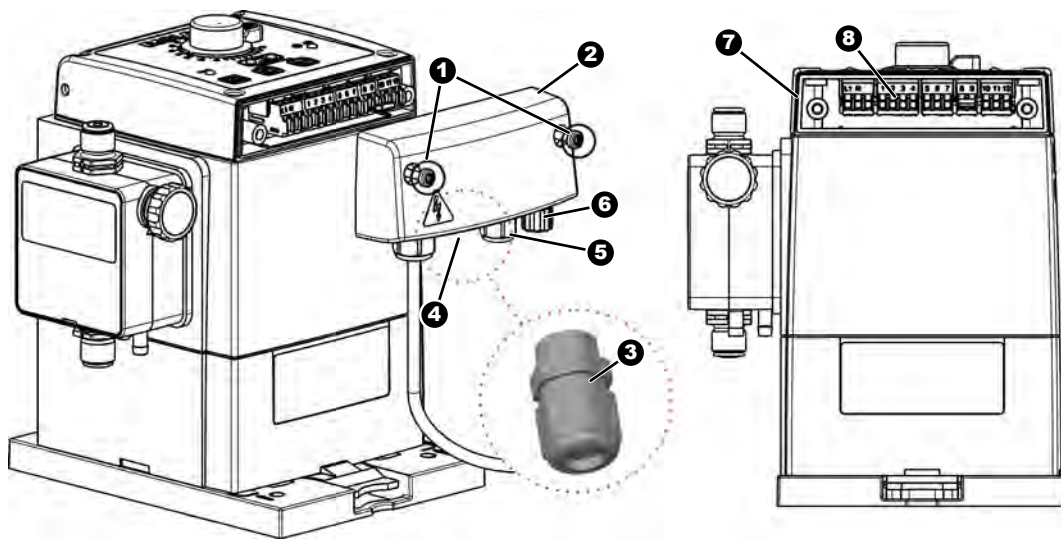

Abb. 9: Elektrische Installation „EcoUp“
1. ➤ Beide Gehäuseschrauben (Abb. 9 , 1) lösen.
2. ➤ Klemmraumdeckel (2) abnehmen.
3. ➤ Für den Anschluss von Dosiermengen- bzw. Alarmausgang, die Kabelverschraubung (3) aus dem Beipack der Pumpe an entsprechender Stelle montieren (4), Kabel durchführen, Verschraubung festziehen und Kabeladern nach Klemmenplan anschließen.
4. ➤ Für den Anschluss von Impuls - bzw. Freigabeeingang, Kabel durch die entsprechende Kabelverschraubung (5) durchführen, Verschraubung festziehen und Kabeladern nach Klemmenplan anschließen.
5. ➤ Den Anschluss für den Niveaueingang an der dafür vorgesehenen Steckbuchse (6) anstecken.
6. ➤ Nach beendeter elektrischer Installation, den Klemmraumdeckel (2) wieder auf das Gehäuse setzen.
Nach Demontage des Klemmraumdeckels (Abb. 9 , 2) sind die Klemmen zugänglich.